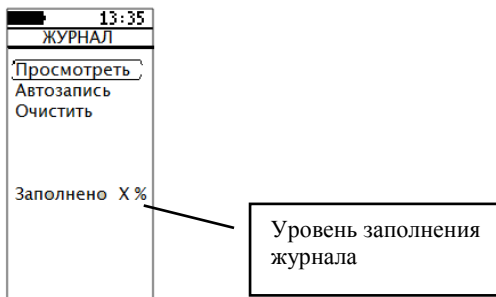

Рис. 14
4.3.1 Переместить маркер на строку «ЖУРНАЛ» и войти в пункт. Меню представлено на рис. 14, где активный пункт меню выделяется фигурными скобками «».